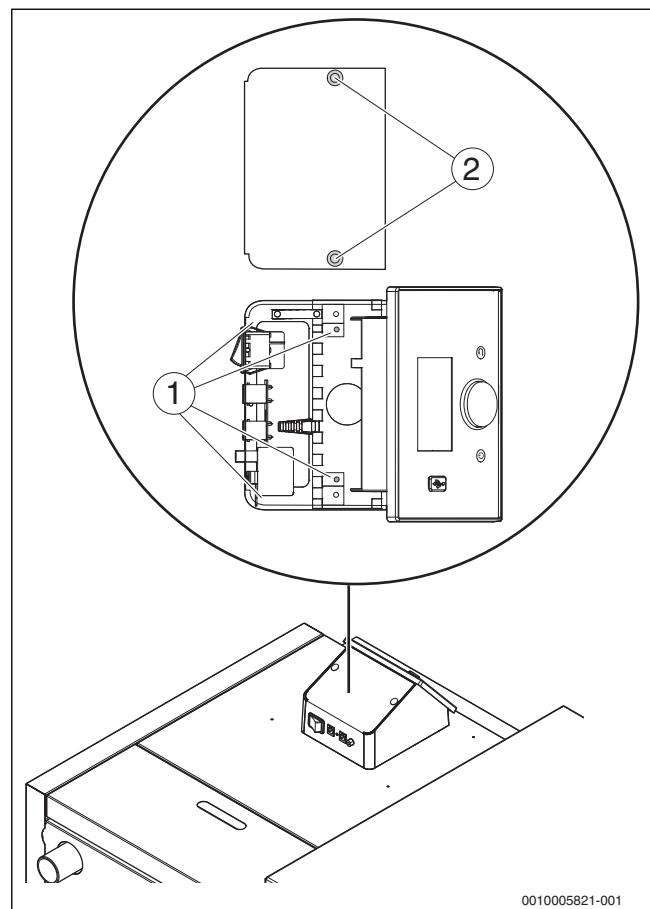

Рис. 22 Крепление системы управления
- Снимите крышку системы управления (\rightarrow рис. 22).
- ▶ Установите систему управления на крышку котла и закрепите винтами (→ рис. 22, [1]).
- ▶ Установите крышку системы управления после подключения всех проводов на систему управления и закрепите винтами (→ рис. 22, [2]).